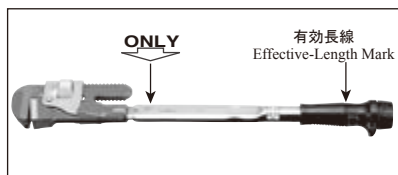

図1 Fig.1
ONLY 方向の締め付けのみ、設定したトルクに達すると「カチン」と音と感触が発生します。ONLY 方向でない場合、トルクレンチ破損やねじ破断の原因になる場合があります(図 1)
「カチン」の音・感触が発生した後も締め付けを続けると、オーバートルクとなりトルクレンチ破損やねじ破断の原因となる場合があります(図 1)
Only forcing to ONLY direction generates the "click" sound and feeling. Forcing to the opposite direction will cause the breakage failure of a torque wrench or screw. (fig.1)
- 有効長線上を握ってトルクをかけて下さい。(図1)